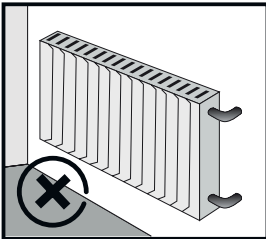

Imagen 1
- Colocar el aparato a un mínimo de un (1) metro de distancia de fuentes de calor. (estufas, calentadores, calentadores eléctricos, etc.) (Imagen 1)